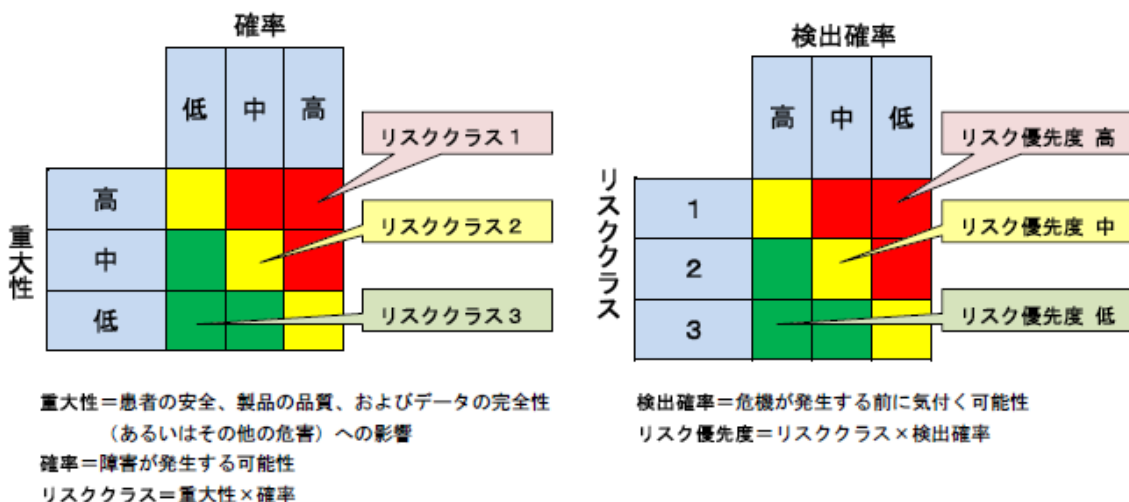

図 3 リスクアセスメント手法
- 3) 特定した各ハザードに対し、重大さとリスクの起り易さ(確率)を比較した図表を作成し、リスククラスを割り出す。(図 3 左)
- 4) 割り出したリスククラスと検出確率を比較した図表を作成し、リスクの優先度を割り出す。(図 3 右)